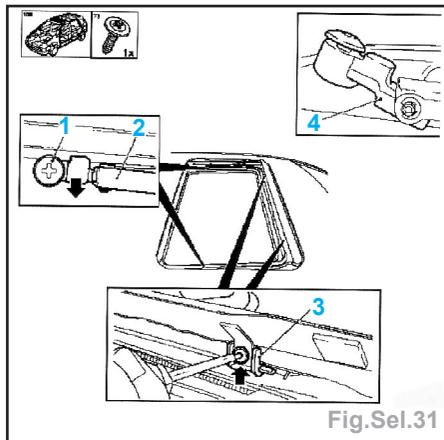

Fig.Sel.31
- Déposer les 2 vis (1) latérales (Fig.Sel.31).